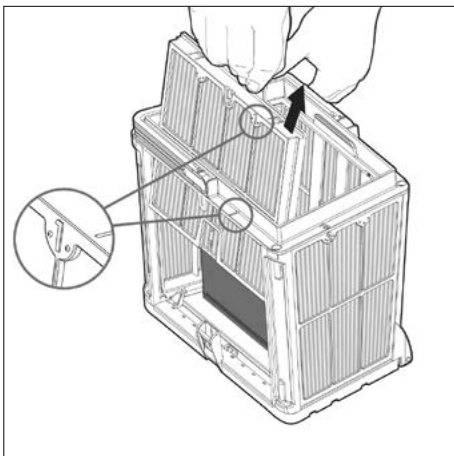

Figura 14
3. Retirez doucement le tamis du panier filtrant. Consulte **Figura 14**.